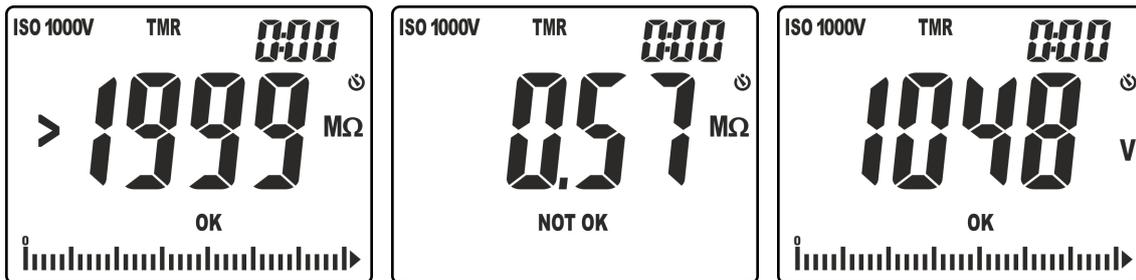

Fig. 21: Resultados da medição do isolamento no modo TMR
9. No ecrã da Fig. 21 – parte esquerda aparece o valor da resistência de isolamento (o símbolo “>1999” indica a condição de fora de escala) no final da medição com resultado positivo “OK” (valor superior ao patamar configurado). No ecrã da Fig. 21 – parte direita aparece o valor da resistência de isolamento no final da medição com resultado negativo “NOT OK” (valor inferior ao patamar configurado)